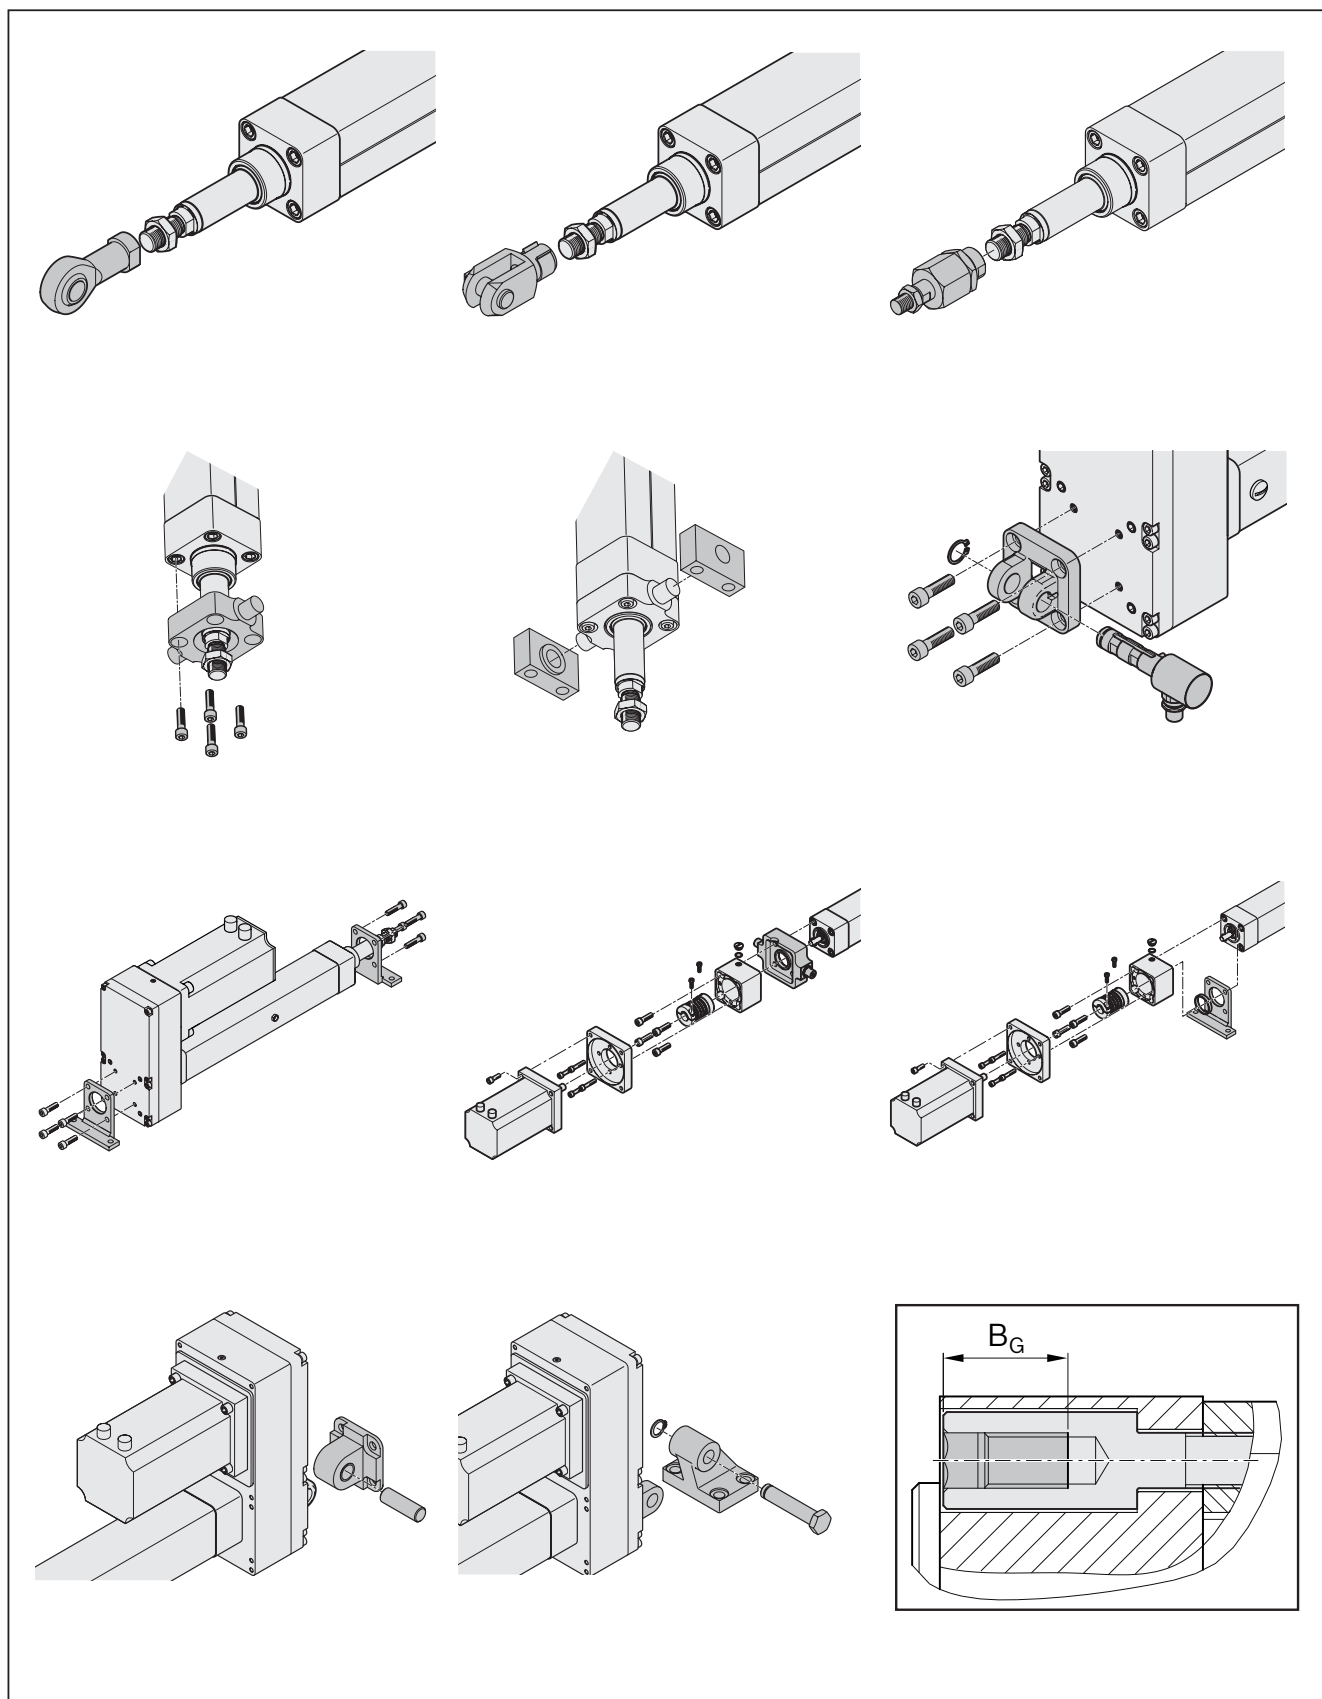

Fig. 9 : Aperçu des éléments de fixation
- ▶ Monter les éléments de fixation comme indiqué dans la figure ➡ Fig. 9. Serrer alors uniformément les vis de fixation et respecter la profondeur de filetage maximale B_G ainsi que les couples de serrage M_A .